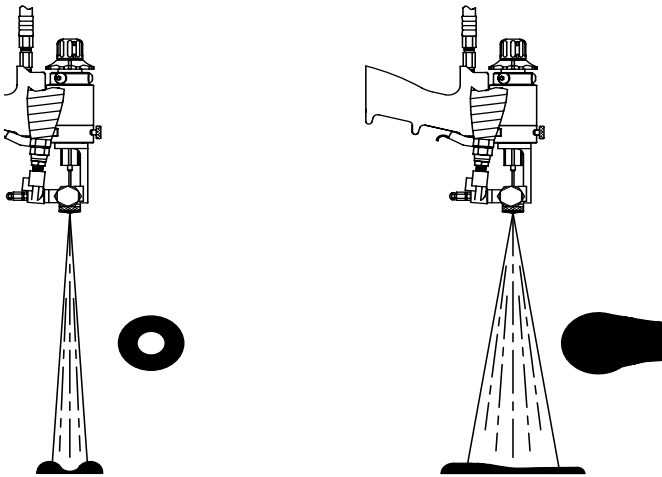

FIG. 12: Ouverture de la forme de jet
4. Ajuster la forme de jet. Noter la position de l'encoche dans la tête hexagonale de la vis de réglage, puis revisser dans le sens inverse des aiguilles d'une montre du nombre de tours précisés dans le Tableau 1. Observer que la forme de jet s'ouvre tandis que le réglage est effectué (FIG. 12).
minimum de tours de la vis de réglage à partir du point de pulvérisation, cela signifie que la température du matériau est trop élevée. Se référer à FIG. 12.